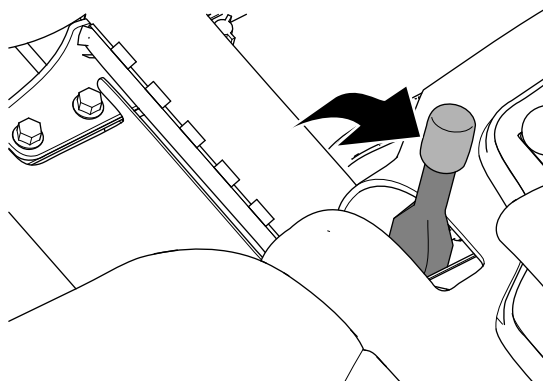

Figura 32
2. Inserite il freno di stazionamento (Figura 32).